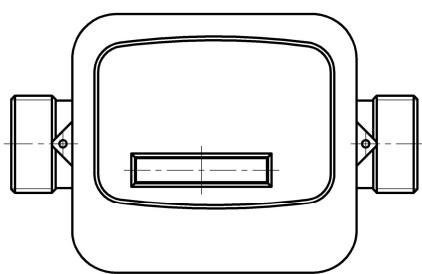
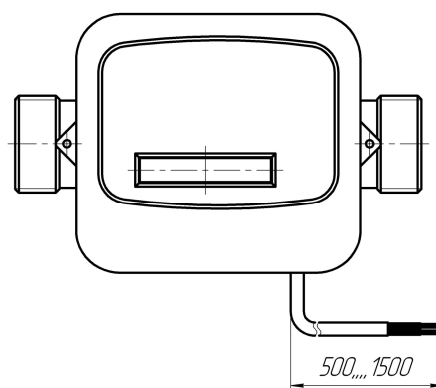

Рисунок 1
Рисунок 2
- без импульсного выхода и с импульсным выходом (рисунок 1 и рисунок 2);